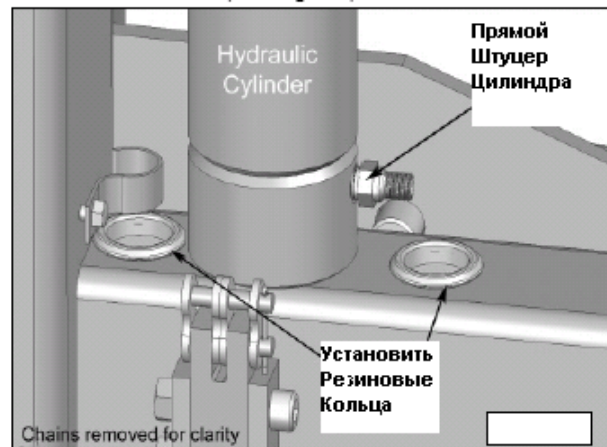

Рис. 9.1
1. Установить Прямой штуцер на цилиндр ( тефлоновую ленту намотать только на резьбе штуцера, которая идет в цилиндр ) и затянуть штуцер, чтобы не было протекания жидкости. Установить уплотнительные резиновые кольца на отверстия в лапе ( см. Рис.9.1 )